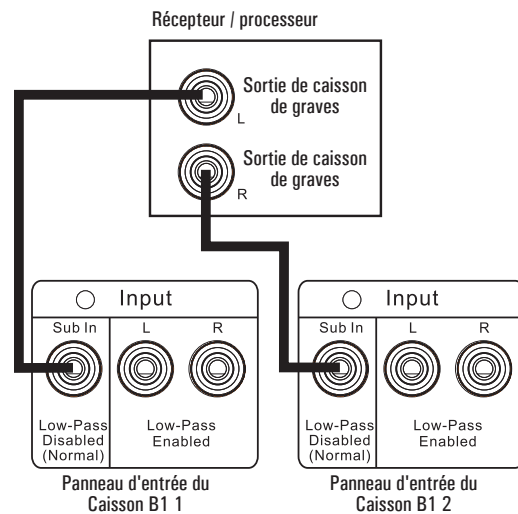

Figure 13 : plusieurs connexions de caissons de graves
2. Branchez le câble de liaison RCA fourni de l'une des sorties pour caissons de graves ou LFE du processeur / récepteur au connecteur Sub In du panneau arrière du premier B1, comme représenté dans la figure 13.